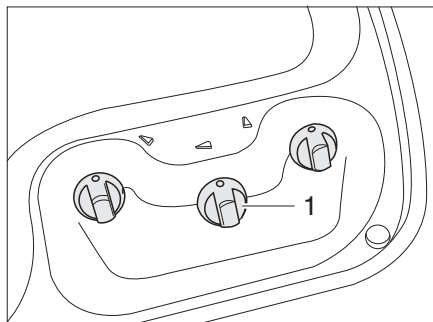
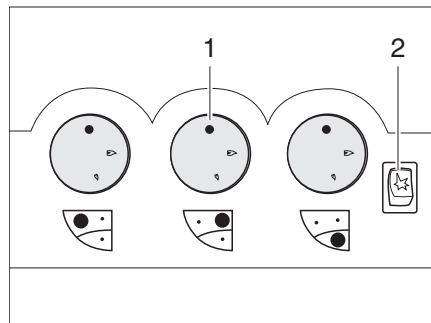

Fig. 341 Elementi di comando del fornello a gas (senza tasto di accensione piezoelettrico)
Fig. 342 Elementi di comando del fornello a gas (con tasto di accensione piezoelettrico)
- Ruotare il pomello girevole (Fig. 341,1 o Fig. 342,1) dell'apparecchio a fiamma libera desiderato in posizione accesa (fiamma alta).
- Se è presente un tasto di accensione (Fig. 342,2):